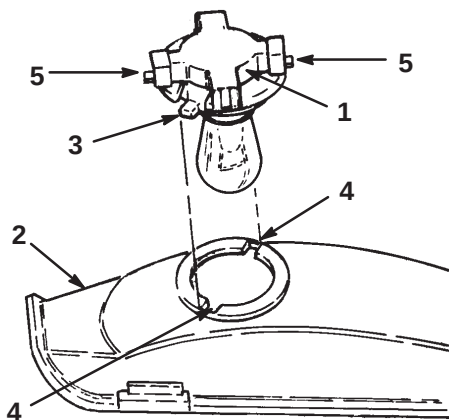

Bild 49
3. Drehen Sie die Birnenfassung um 1/4 Umdrehung entgegen dem Uhrzeigersinn und nehmen die Birne aus dem Reflektor (Bild 49).
2. Die Birnenfassung hat zwei Nasen (Bild 49). Fluchten Sie die Nasen auf die Schlitz im Reflektor aus, setzen die Birnenfassung in den Reflektor ein und drehen die Birne im Uhrzeigersinn 1/4 Umdrehung bis zum Anschlag.